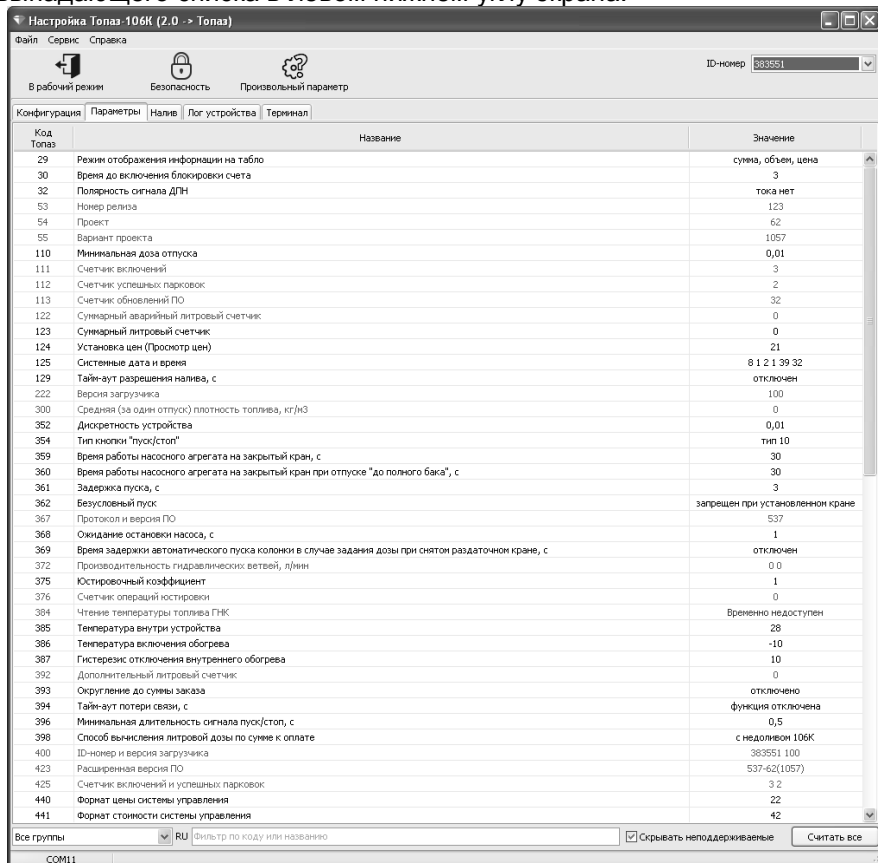

Рисунок 6
10.4 На вкладке "Параметры" (рисунок 6) можно просмотреть и при необходимости изменить значения параметров устройства. Параметры были считаны при считывании конфигурации устройства, возможно считать повторно все параметры нажатием на кнопку "Считать все" или только выбранный – из контекстного меню при нажатии правой кнопкой мыши. Параметры, доступные только для чтения, в про-